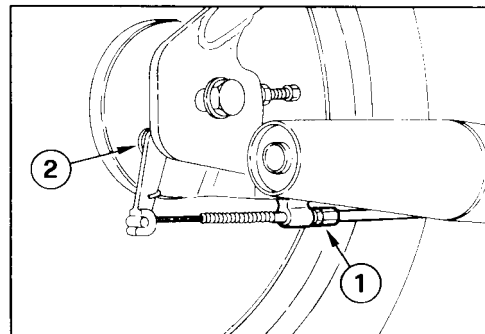

Fig. 16
- Con l'apposito registro posto in corrispondenza del tamburo freno posteriore (1-fig. 16) recuperare il gioco del pedale mantenendo circa **20 mm** di corsa a vuoto misurati all'estremità della leva.
- La sostituzione dei ceppi freno andrà eseguita quando premendo il pedale del freno si avrà la corrispondenza tra i riferimenti posti sul piatto portaceppi e sulla leva di azionamento camma (2-fig. 16).